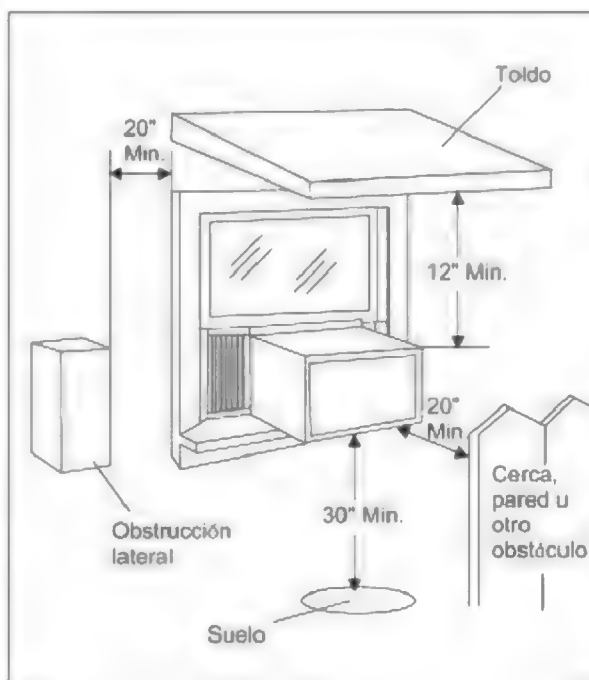

Fig.2
**D.** Deje suficiente espacio alrededor del gabinete para permitir una amplia circulación de aire a través de la unidad. Vea (Fig. 2). La parte posterior de la unidad deberá dar al aire libre y no a un garaje ni al interior de un edificio. Mantenga la unidad lo más lejos posible de obstáculos que puedan causar obstrucciones y por lo menos a 30" del nivel del piso o del suelo. Deberán tomarse precauciones para evitar que las cortinas o cualquier otro objeto dentro de una habitación obstruyan el flujo de aire.